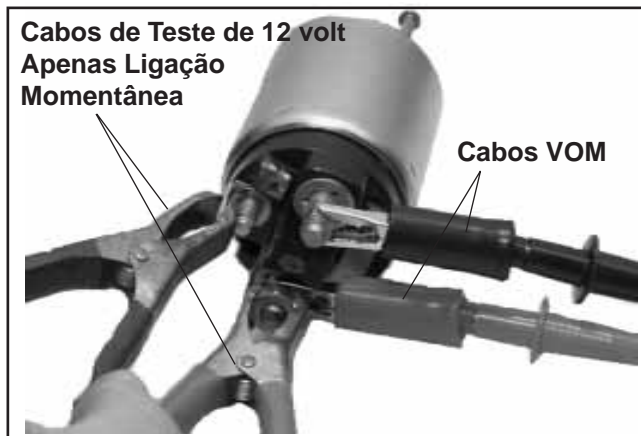

Figura 8-59. Testar a Continuidade do Contacto do Solenóide/da Bobina de Tracção.
Utilize um ohmímetro definido para a escala sonora ou a escala Rx2K e ligue os dois cabos do ohmímetro aos dois terminais de poste inferiores. Efectue o teste precedente (1) e verifique a continuidade. Consulte a Figura 8-59. O ohmímetro deve indicar continuidade, se não indicar continuidade dever-se-á substituir o solenóide. Repita o teste várias vezes para confirmar o estado.